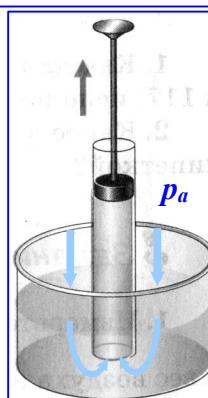

Рис. 47.3. Воду заставляет подниматься за поршнем атмосферное давление
На рис. 47.3 изображена стеклянная трубка, внутри которой находится поршень, плотно прилегающий к стенкам трубы. Конец трубы опущен в воду. Если поднимать поршень, то за ним будет подниматься и вода. Происходит это потому, что при подъеме поршня между ним и водой образуется **безвоздушное пространство**. В это пространство под давлением наружного воздуха p_a и поднимается вслед за поршнем вода.
- Как для объяснения явлений, изображенных на рис. 47.3, 48.3 и 49.3, используется закон Паскаля?
2. Объясните действие шприца, *рис. 47.3а*.
Рис. 47.3а.
Измерения показывают, что *давление p_a и плотность ρ_a воздуха быстро уменьшаются с высотой h* , рис. 52.3; 53.3. Так, на высоте $h = 5,5$ км над Землей плотность воздуха в 2 раза меньше его плотности у поверхности Земли, на высоте 11 км - в 4 раза меньше и т. д. Чем выше, тем воздух разреженнее. И наконец, в самых верхних слоях (сотни и тысячи километров над Землей) атмосфера постепенно переходит в безвоздушное пространство. Четкой границы воздушная оболочка, окружающая Землю, не имеет, рис. 47.3.